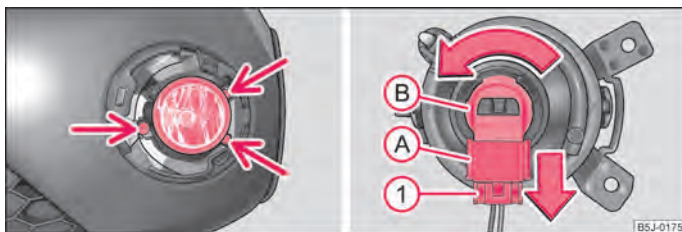

Fig. 163 Bara de protecție față: Proiector de ceață/înlocuirea becurilor
- Deșurubați, cu ajutorul șurubelniței din trusa de scule ¹⁾, șuruburile ⇒ fig. 163 - stânga.
- Apăsăți siguranța ① ⇒ fig. 163 a fișei ① și scoateți fișa electrică din dulia ②.
- Rotiți dulia ② cu becul spre stânga până la limită și scoateți-o.
- Introduceți fișa ① în dulia ②.